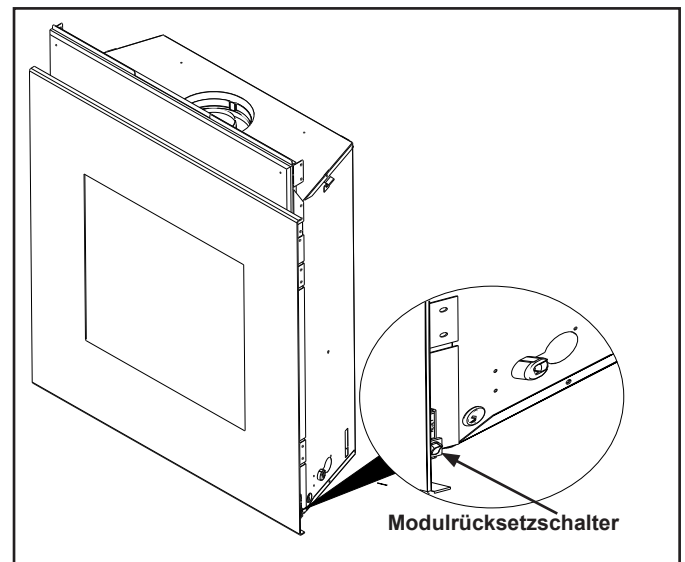

Figure 2.4 Machen Sie den Modulrücksetzschalter ausfindig - Studio Türfront
- Machen Sie den Modulrücksetzschalter ausfindig. (Siehe Abb. 2.4 or 2.5).
- Warten Sie fünf (5) Minuten, bis sich eventuell angesammeltes Gas verflüchtigt hat.